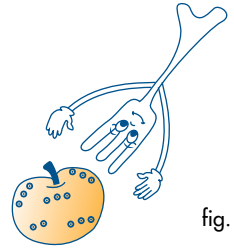

fig. 5
- 4) **Les aliments avec coquille ou peau (pommes, pommes de terre, tomates, saucisses de Strasbourg, poisson) doivent être piqués en plusieurs endroits avec une fourchette pour laisser la vapeur s'échapper et éviter que la peau ou la coquille n'éclate (Fig. 5)**